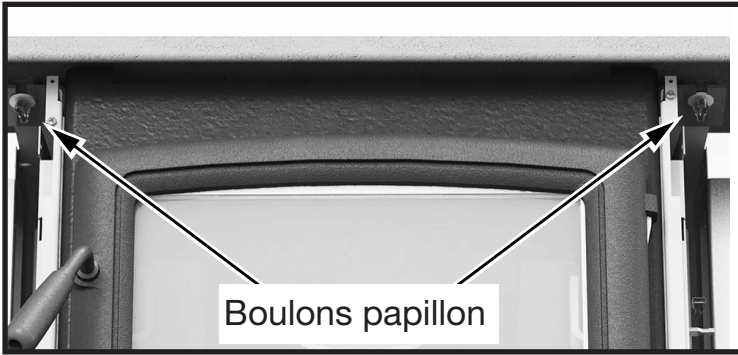

Figure 12: Boulons papillon.
2. Retirer le dessus décoratif en dévissant les boulons papillon en dessous. Tirer sur la pièce pour la dégager de ses supports (Figure 12).